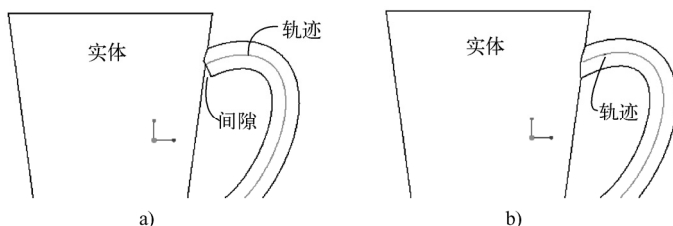

图 4-46 对比示例：扫描特征中的“合并端”设置
- 在创建恒定截面扫描实体的过程中，使用“合并端”复选框可封闭轨迹端点接触到邻近几何实体时产生的间隙，要求轨迹是非闭合的（起点与终点不接触），截面控制方式为“垂直于轨迹”。图 4-46 所示为“合并端”复选框状态对扫描实体结果的影响。